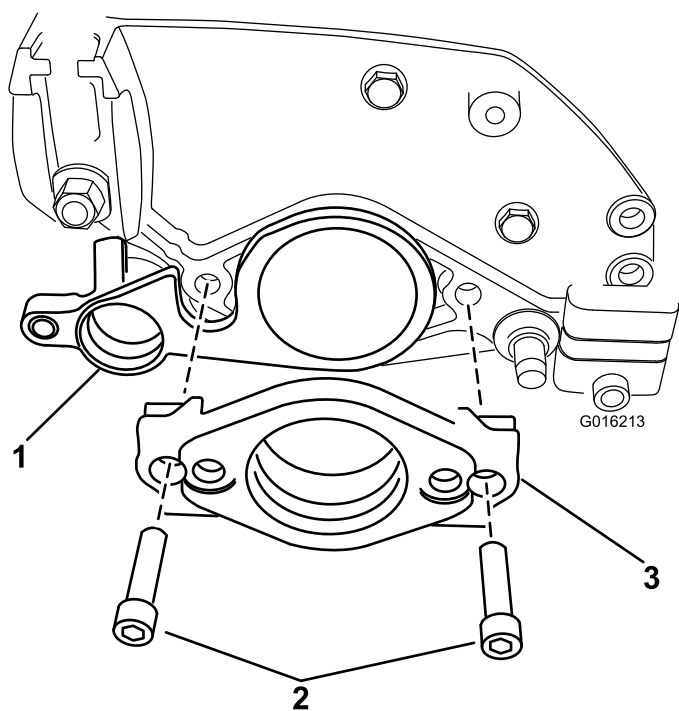

Figure 7
17. Insérez l'autre extrémité de l'arbre du groomer dans le support de roulement de la plaque gauche (Figure 7).
18. Insérez le support du moteur sur la plaque latérale. Fixez le support du moteur et la plaque latérale à l'extrémité gauche du plateau de coupe avec 2 vis à tête creuse et écrous retirés précédemment (Figure 7).